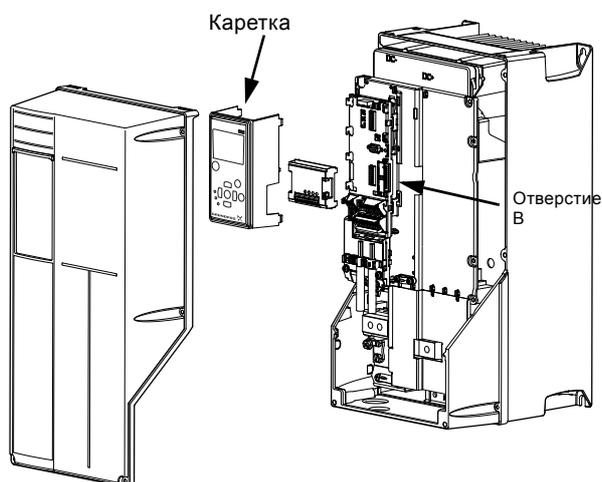

Рис. 4 Корпусы A5, B1, B2, B4, C1, C2, C3, C4, D1 и D2
2. Снимите панель управления и каретку из устройства CUE. См. рис. 4.